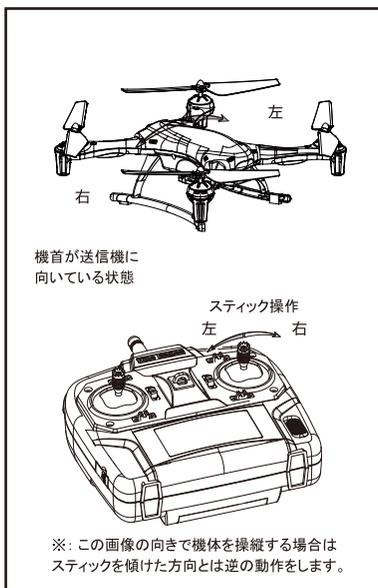

図 2
(図 2 参照)
- 2 カメラを円柱に合わせネジで固定します。(図2 参照)
(図2)